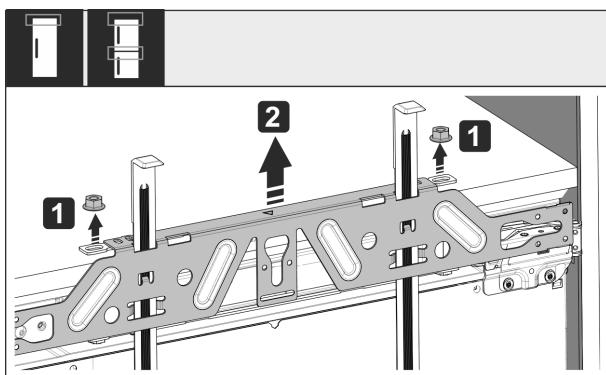

Fig. 58
- ▶ Otpustite protumaticice Fig. 58 (1).
- ▶ Skinite Fig. 58 (2) pričvrsnu poprečnu letvicu.